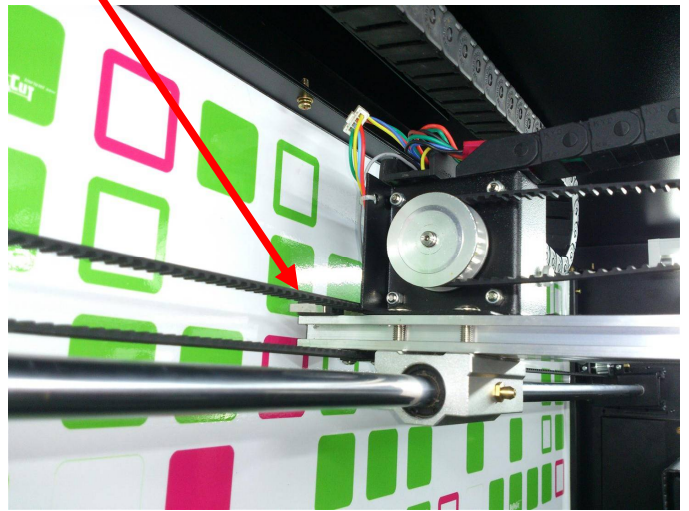

图 6
2、当投币显示板显示 Er03 时表示左侧开关故障如图 6。